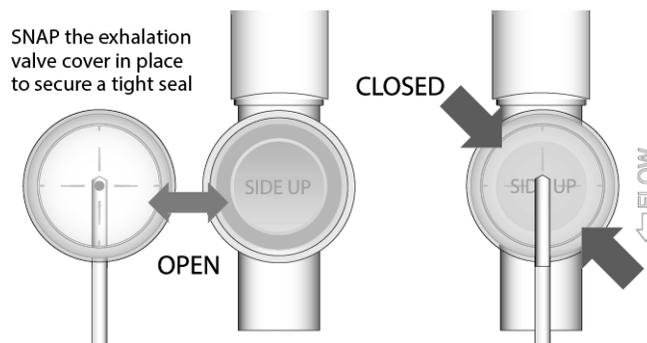

Figura D-3 Cómo cerrar la cubierta de la válvula de exhalación
3. Vuelva a apoyar con cuidado el diafragma de silicona en el asiento de la válvula de exhalación. Dé golpecitos ligeros en el diafragma de silicona para asegurarse de que no se formen pliegues al cerrar la válvula de exhalación. Consulte la Figura D-3.